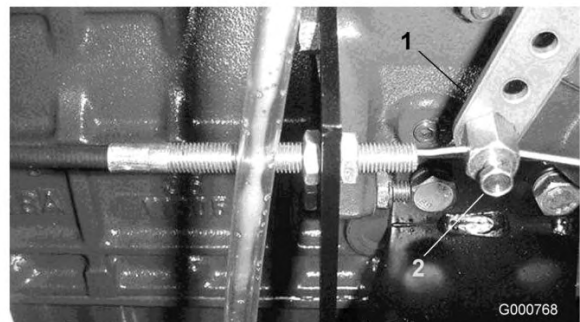

Bild 57
2. Lockern Sie den Anschluss des Bowdenzugs am Arm der Einspritzpumpe (Bild 57).